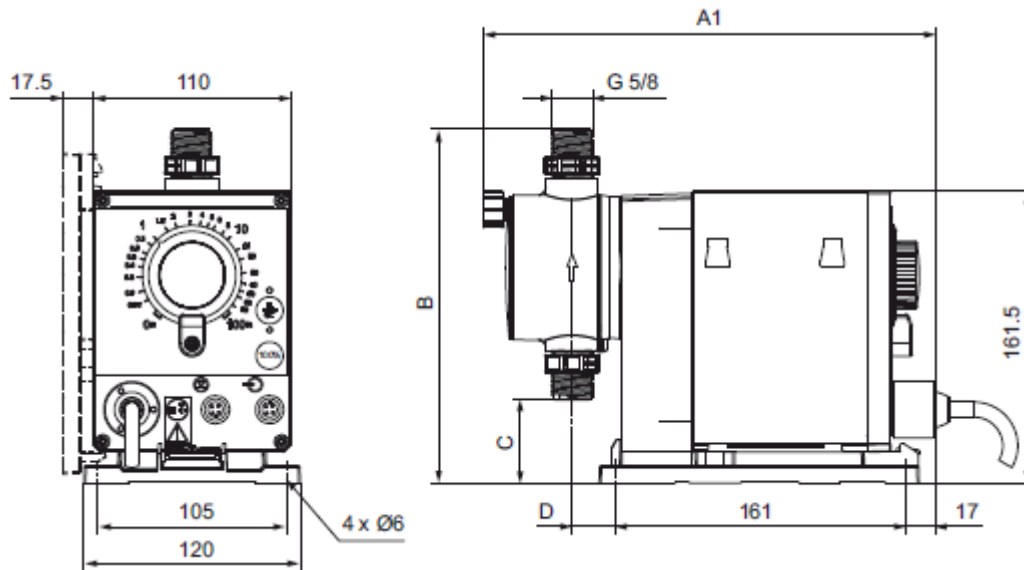

Abb.3 Maßzeichnung
- Die Montageplatte kann als Bohrschablone benutzt werden, Bohrlochabstände, siehe Abb. 3.